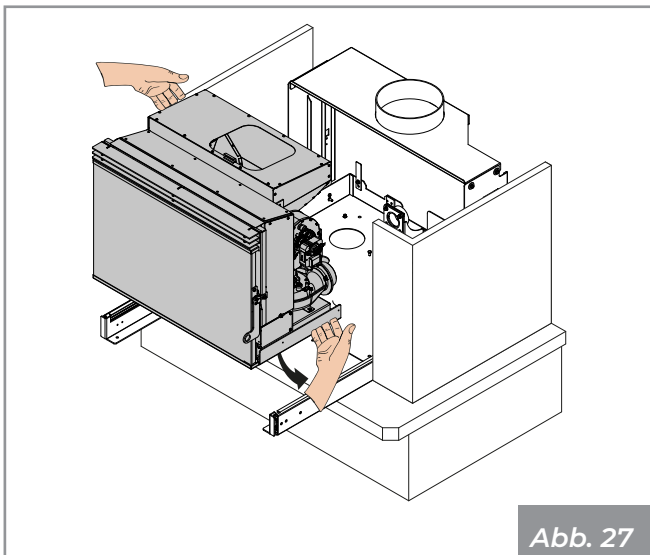

Abb. 27
- Das Gerät in den Gleitführungen neu positionieren (**Abb. 27**)